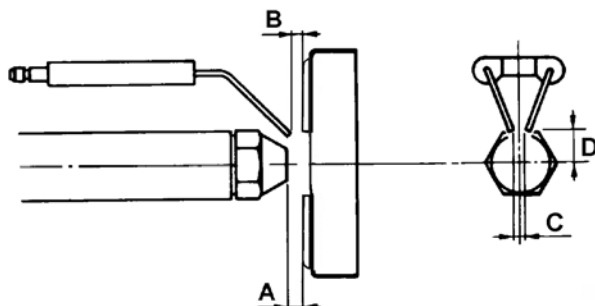

Рис. 18a - Горелки G4 и G6
Поворачивать с помощью отвертки винт VRT по часовой или против часовой стрелки, в зависимости от того, какую мощность соответственно необходимо получить: максимальную или минимальную. В случае замены головки сгорания, всегда восстанавливать положение головки, как это указано на Рис. 18a и Рис. 18b, относительно конца сопла.
- проверить запальные электроды и соответствующие керамические изоляторы, почистить, при необходимости отрегулировать и, если необходимо, заменить (см. Рис. 18a и Рис. 18b).